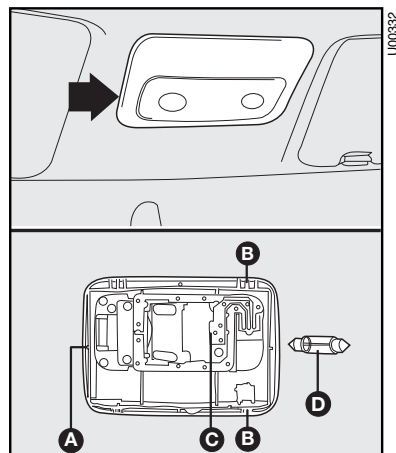

fig. 25
CONSOLA DE TECHO - fig. 25
- Con un destornillador en el punto indicado por la flecha **fig. 25**, quite el conjunto de luz interna montado a presión por los seguros **B**.